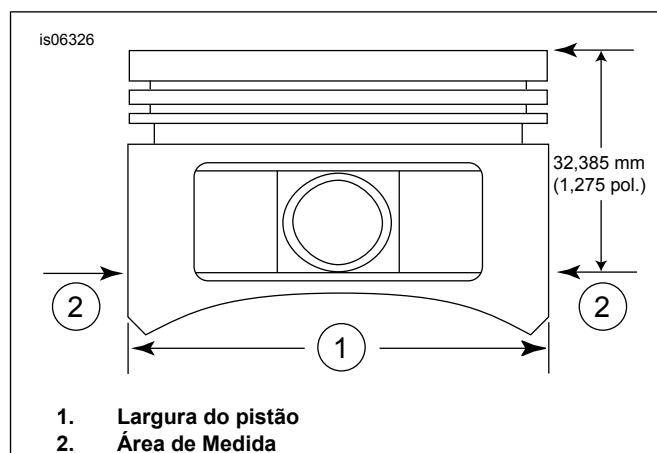

Figura 2. Medidas do pistão
5. Veja Figura 2 . Meça a largura do pistão (1), a 90 graus, horizontalmente, dos dois lados do furo do pino do pistão, e 32,38 mm abaixo da superfície de afastamento (topo) do pistão (2). Veja a Tabela 11 para o ajuste do pistão para o cilindro neste local.